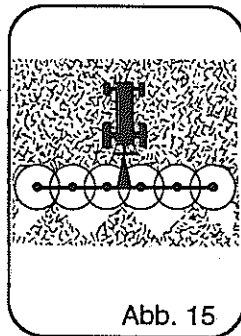

Abb. 15
- Abb. 15 Wenden in der Fläche